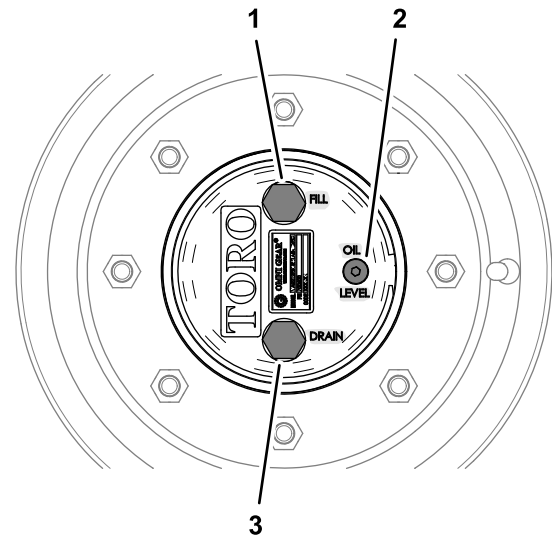

Bild 83
1. Bild 83 Stellen Sie die Maschine auf einer ebenen Fläche und positionieren Sie das Rad so, dass sich die Füllschraube auf der höchsten (12-Uhr-Stellung) und die Ablassschraube auf der niedrigsten Position (6-Uhr-Stellung) befindet.
- Stellen Sie die Maschine auf einer ebenen Fläche und positionieren Sie das Rad so, dass sich die Füllschraube auf der höchsten (12 Uhr-Stellung) und die Ablassschraube auf der niedrigsten Position (6 Uhr-Stellung) befindet, siehe Bild 83 in Prüfen des Ölstands im Planetengetriebe (Seite 68).